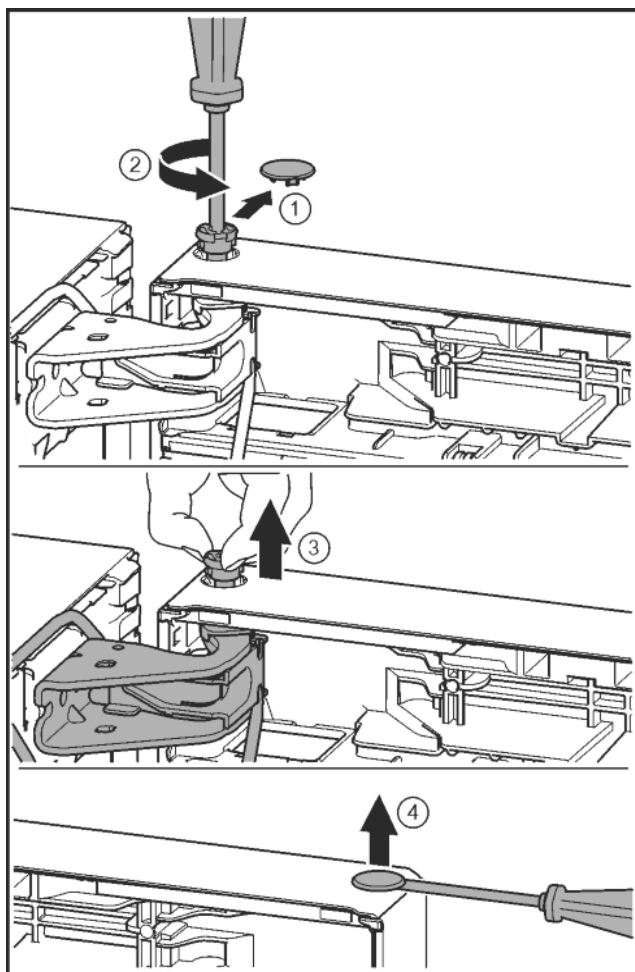

Fig. 21
- Facendo attenzione, togliere la copertura di sicurezza. Fig. 21 (1)
- Con un cacciavite T15 svitare leggermente il perno. Fig. 21 (2)
- Trattenere la porta ed estrarre il perno con le dita. Fig. 21 (3)
- Con un cacciavite sollevare con attenzione i tappi dalla boccia del supporto porta ed estrarli. Fig. 21 (4)